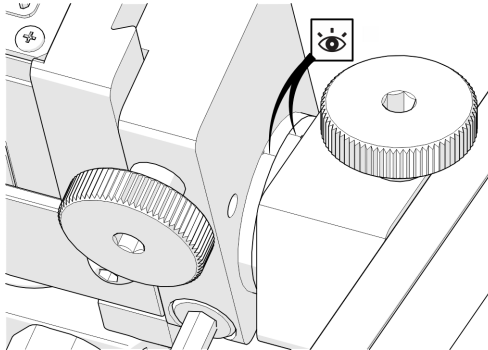

Abbildung 2-86 Ausrichten der Markierungen
5. Um die Längsverstellung wieder in die Neutralstellung (90°) zu bringen, richten Sie die Markierungen der Längsverstellung aufeinander aus (siehe Abbildung 2-86 auf Seite 105).